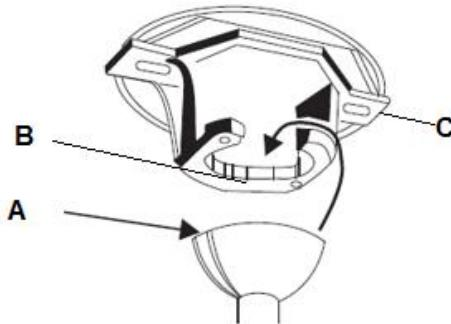

Fig. 6
Sollevare il ventilatore sulla staffa di supporto. Assicurarsi che la fessura (A) del giunto sferico sia posizionata sul perno (B) della staffa di supporto (C), in modo tale da evitare che il ventilatore ruoti quando è in funzione (Fig. 6)